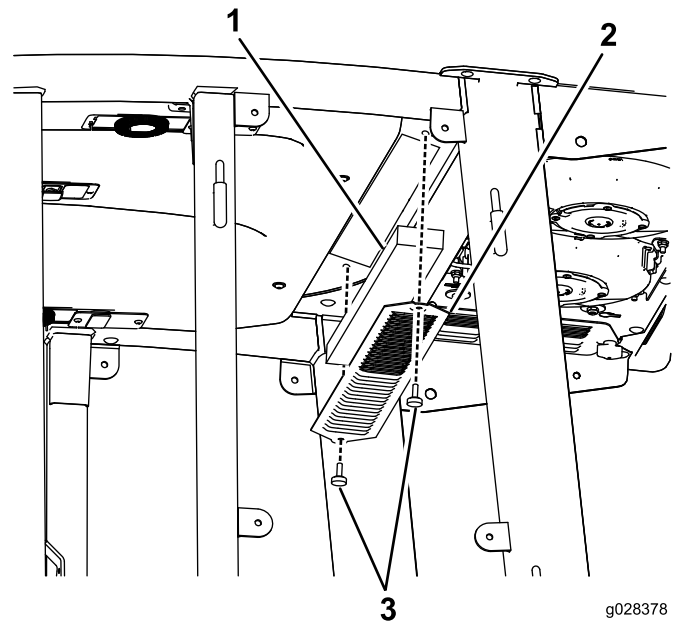
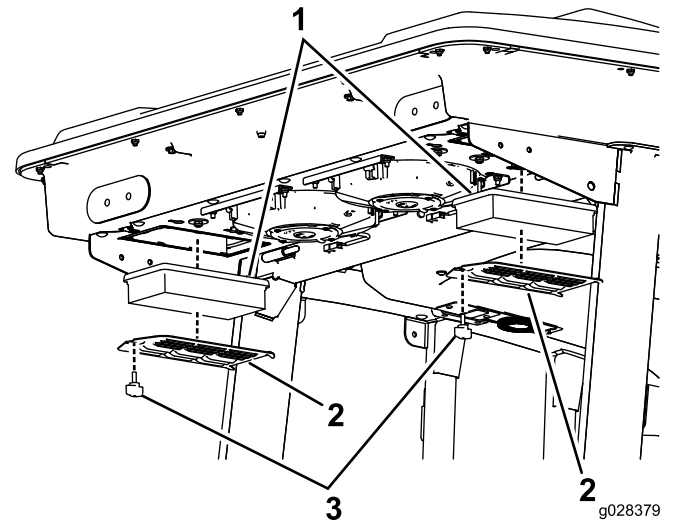
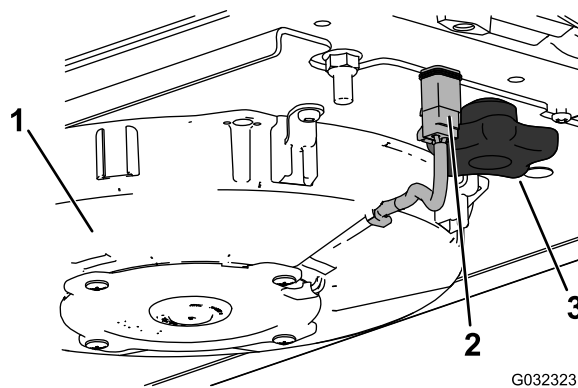
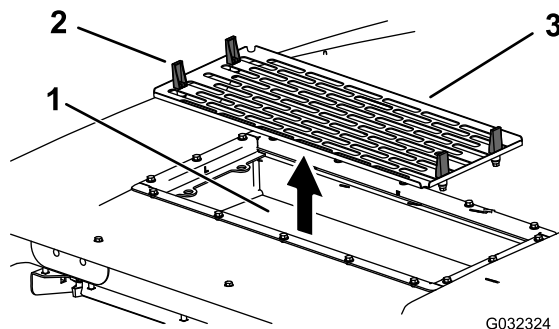

Figura 145
Figura 146
Figura 148
Figura 149
1. Remova os parafusos e as grelhas dos filtros de ar interior e traseiro da cabina (**Figura 145** e **Figura 146**).
4. Retire os filtros de ar (Figura 146).
6. Instale os filtros de ar, painel e conjunto da ventoinha (Figura 146, Figura 148 e Figura 149).
7. Ligue o fio de cada uma das ventoinhas (Figura 148).